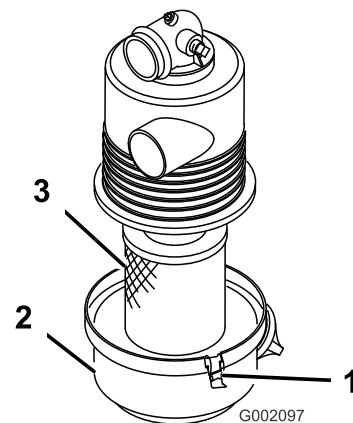

Figure 13
1. Vérifiez si le boîtier du filtre à air présente des dommages susceptibles d'occasionner des fuites d'air. Le couvercle doit être parfaitement ajusté sur le boîtier du filtre à air (Figure 13).
2. Desserrez les attaches qui fixent le couvercle sur le boîtier du filtre à air (Figure 13).
3. Séparez le couvercle du boîtier du filtre à air et nettoyez l'intérieur du couvercle (Figure 13).
3. Insérez l'élément filtrant dans le boîtier du filtre à air (Figure 13).
4. Alignez le couvercle du filtre à air sur le boîtier du filtre à air (Figure 13).
5. Fixez le couvercle au boîtier avec les verrous (Figure 13).